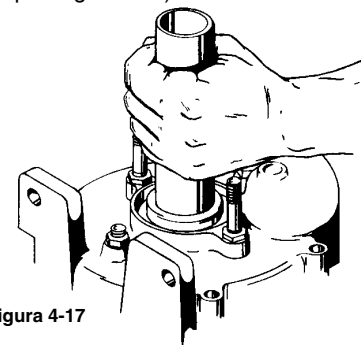

Figura 4-17
26. Instale la taza del sello con la cara del sello hacia el elemento que rota. Una longitud corta de la pipa ayudará a golpear ligeramente la taza abajo hasta que entra en contacto con el ring.(refer para figura 4-17)